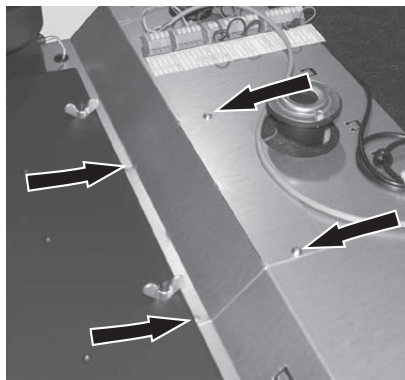
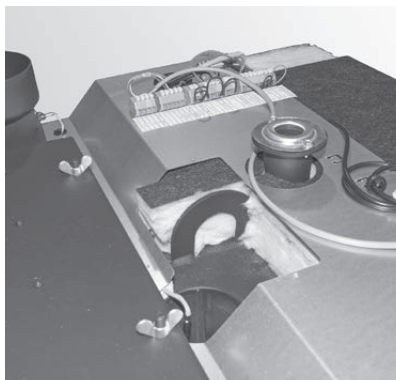

Fig. 18 Rimuovere le 4 viti autofilettanti e la copertura sopra il golfare per il trasporto
Fig. 19 Golfare per il trasporto
- c) sollevando la caldaia con una gru agganciata all'occhiello – Fig. 18–Fig. 19.
In alternativa è possibile sollevare la caldaia dal pallet anche con l'ausilio del golfare per il trasporto presente nella parte superiore della caldaia – Fig. 18.
- Rimuovere le 4 viti autofilettanti e la copertura sopra il golfare per il trasporto – Fig. 19.